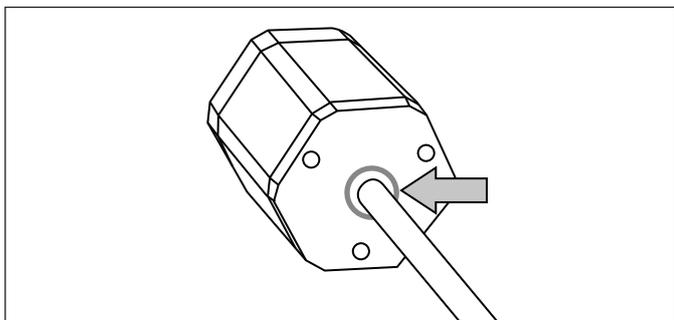

Abb. 22: Korrekte Position des O-Rings in der Nut des Sensorelektronikgehäuses
1. Stellen Sie sicher, dass die O-Ring-Dichtung (Artikelnr. 562 003) in der Nut am Sensorelektronikgehäuse korrekt eingesetzt ist, bevor Sie die Basiseinheit in das Stützrohr einsetzen und die Sensorelektronik befestigen (Abb. 22).
3. Stellen Sie sicher, dass die O-Ring-Dichtung (Artikelnr. 562 003) in der Nut am Sensorelektronik korrekt eingesetzt ist, bevor Sie die Basiseinheit in das Stützrohr bzw. das HFP-Profil einsetzen und die Sensorelektronik befestigen (Abb. 22).
- Stellen Sie sicher, dass die O-Ring-Dichtung (Artikelnr. 562 003) in der Nut am Sensorelektronik korrekt eingesetzt ist, bevor Sie die Baseinheit in das Stützrohr einsetzen und die Sensorelektronik befestigen (Abb. 22).